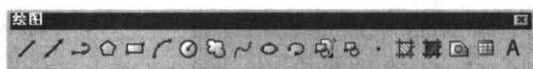

图 1-7 【绘图】工具栏
- ❖ **【绘图】工具栏：**该工具栏中包含了 AutoCAD 2006 中最常用的绘图命令，如图 1-7 所示。